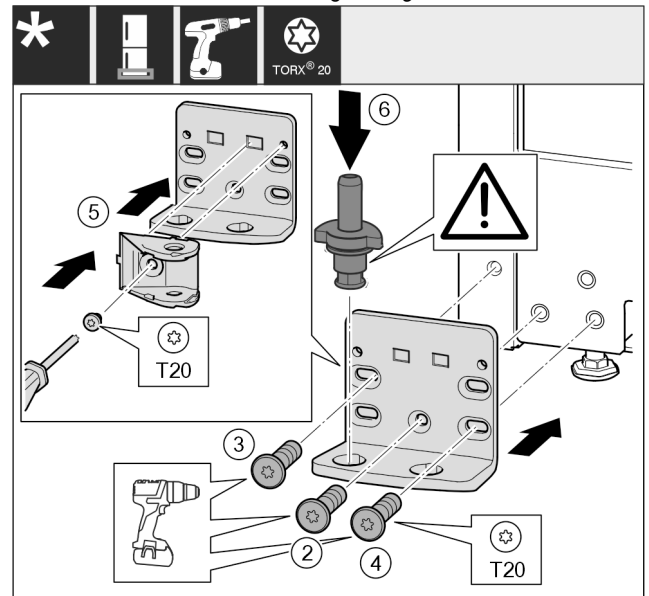

Fig. 26
- ▶ Pielieciet gultņa balstu otrajā pusē un pieskrūvējiet ar skrūvgriezi T20. Sāciet apakšā pa vidu ar skrūvi 2. Fig. 26 (2)
- ▶ Pieskrūvējiet skrūvi 3 un 4. Fig. 26 (3,4)
- ▶ Pagrieziet durvju amortizatora savienojumu par 180°. Pieskrūvējiet ar skrūvgriezi T20 gultņa balsta otrajā pusē. Fig. 26 (5)
- ▶ Ievietojiet pilnīgi gultņa tapu. Uzmaniet, lai aizmugurē būtu vērsts virzienā uz aizmuguri. Fig. 26 (6)